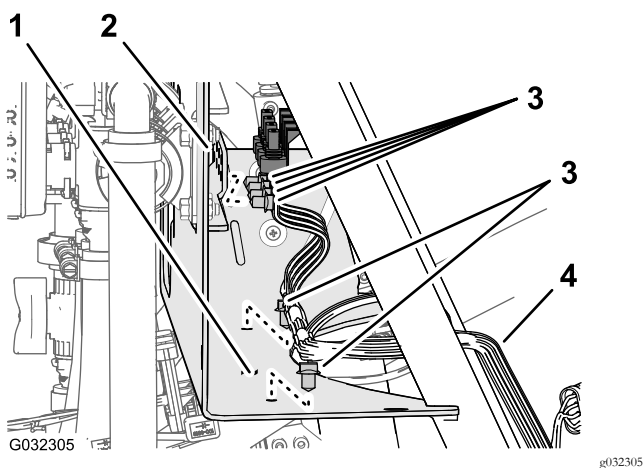

图23
3. 拆下将后线束固定到歧管安装架前侧板和下侧板中的孔的推进式紧固件 图23。